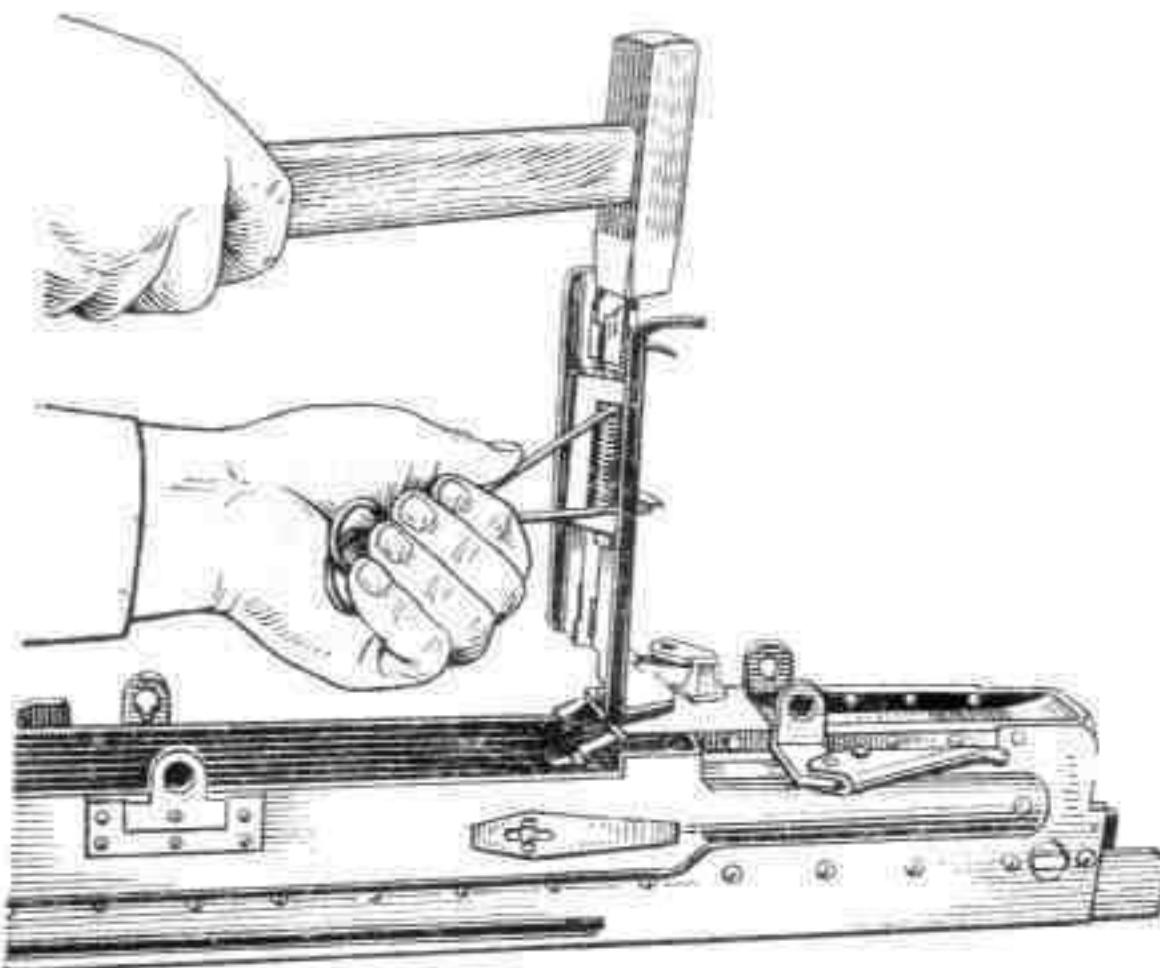

Рис. 35. Присоединение фиксирующих пальцев
8) **Присоединить фиксирующие пальцы** (рис. 35). Установить фиксирующие пальцы